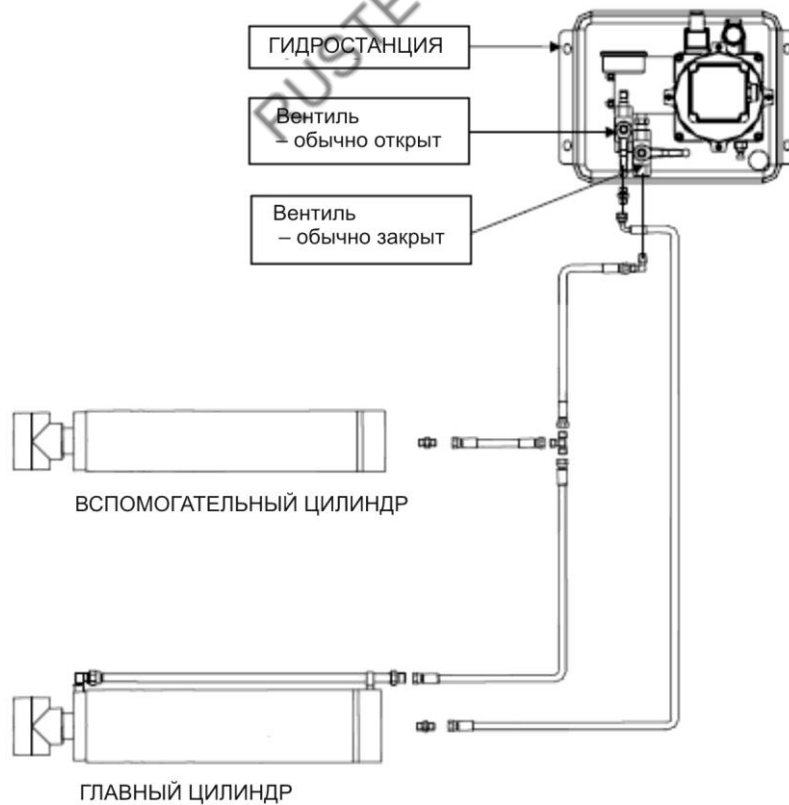

Рис.8 Схема подключения гидравлической линии.
- Согласно рис.8 подключите гидравлические шланги к фитингам согласно буквенным обозначениям, указанным на них.